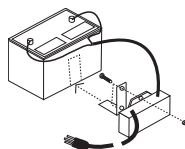

Figura 1. Montaje del cargador
- Fije al cargador el soporte de montaje que se suministra utilizar el hardware proporcionado que se ilustran en la Figura 1.